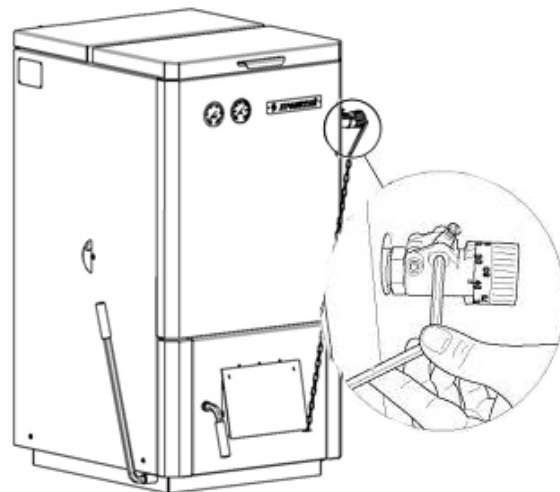

Рис. 14 Регулировка натяжения цепи
- Для увеличения тяги в котле открыть растопочную заслонку (рис. 14).